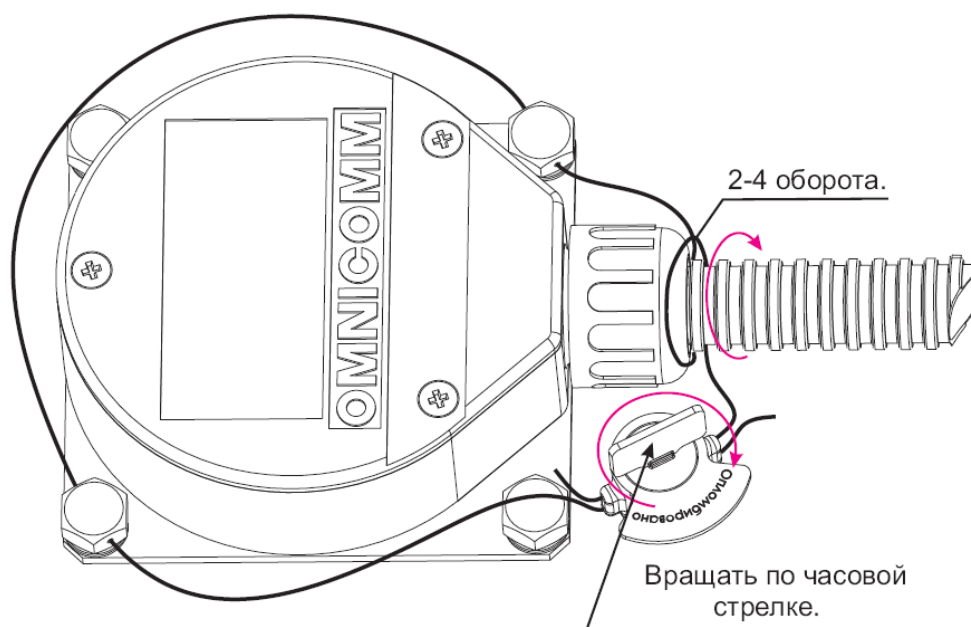

Рисунок 34
Запустить программу Omnicomm Configurator. Откроется главное окно программы (Рисунок 34), в котором отображены текущие настройки подключенного изделия «Д1».
- 2) Продеть пломбировочную проволоку через отверстия в двух болтах, обмотать проволоку вокруг металлорукава, как показано на рисунке (Рисунок 34) и концы проволоки провести через отверстия пломбы.